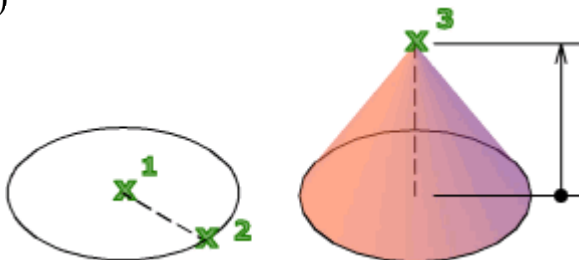

Рисунок 7.7 – 3D конус
Для створення моделі 3D конуса введіть **КОН (КОНУС)** у командному рядку або натисніть кнопку на панелі *Моделирование* → *Ящик* → *Конус* (рис. 7.7)
Конус будується за трьома параметрами: центральна точка (1), радіус (2) та висота (3) (рис. 7.7).